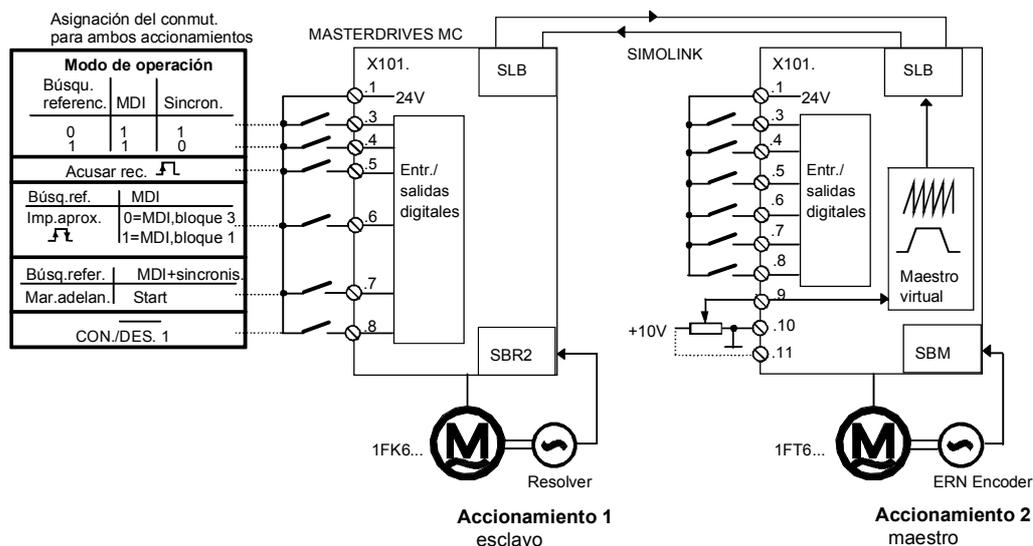

Figura 9-46 Ejemplo de aplicación 2: configuración de hardware y cableado
La Figura 9-46 muestra la asignación seleccionada, en este ejemplo, para las entradas digitales ②.